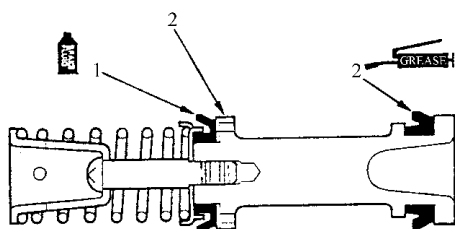

图 8-29 安装次级活塞
4) 如图 8-29 所示，给新的次级活塞胶碗涂上干净的制动液。然后，将次级活级活塞装入制动主油缸。